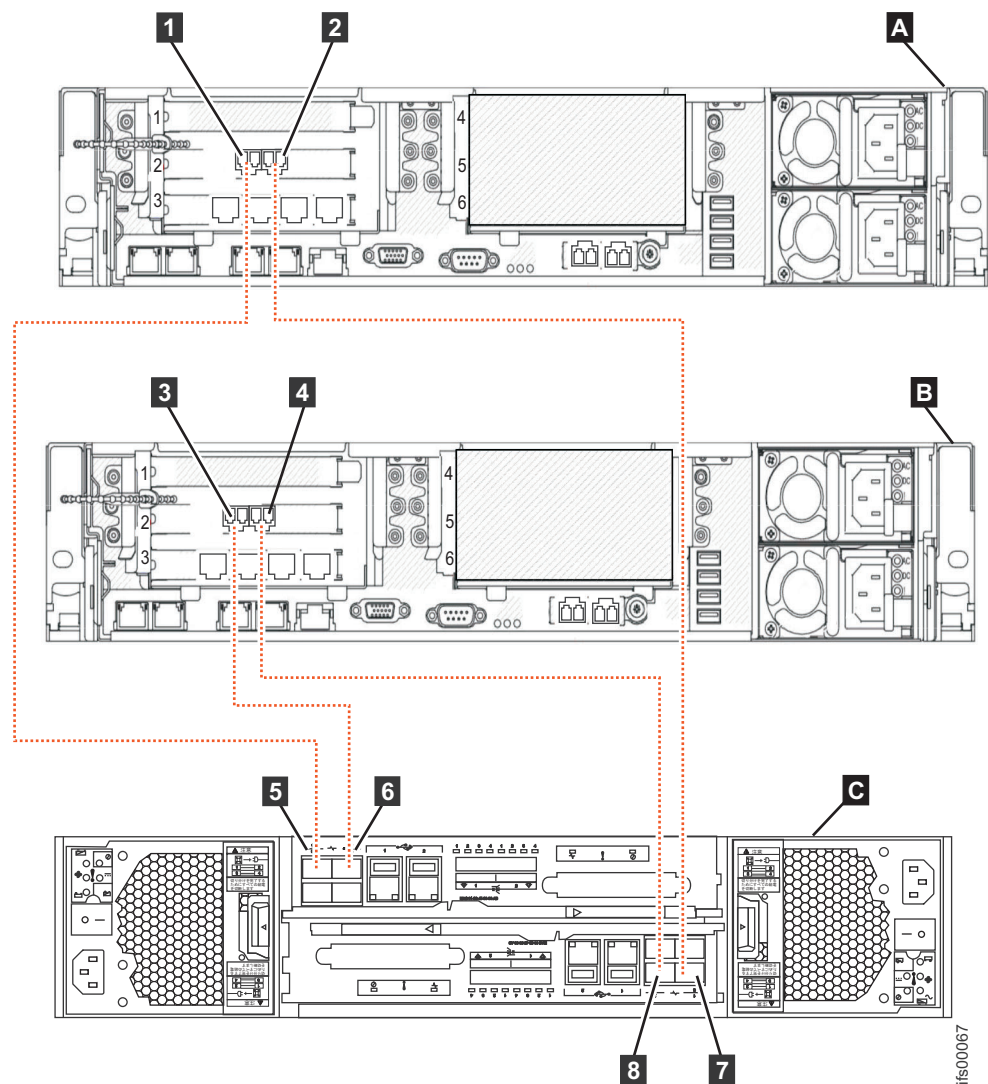
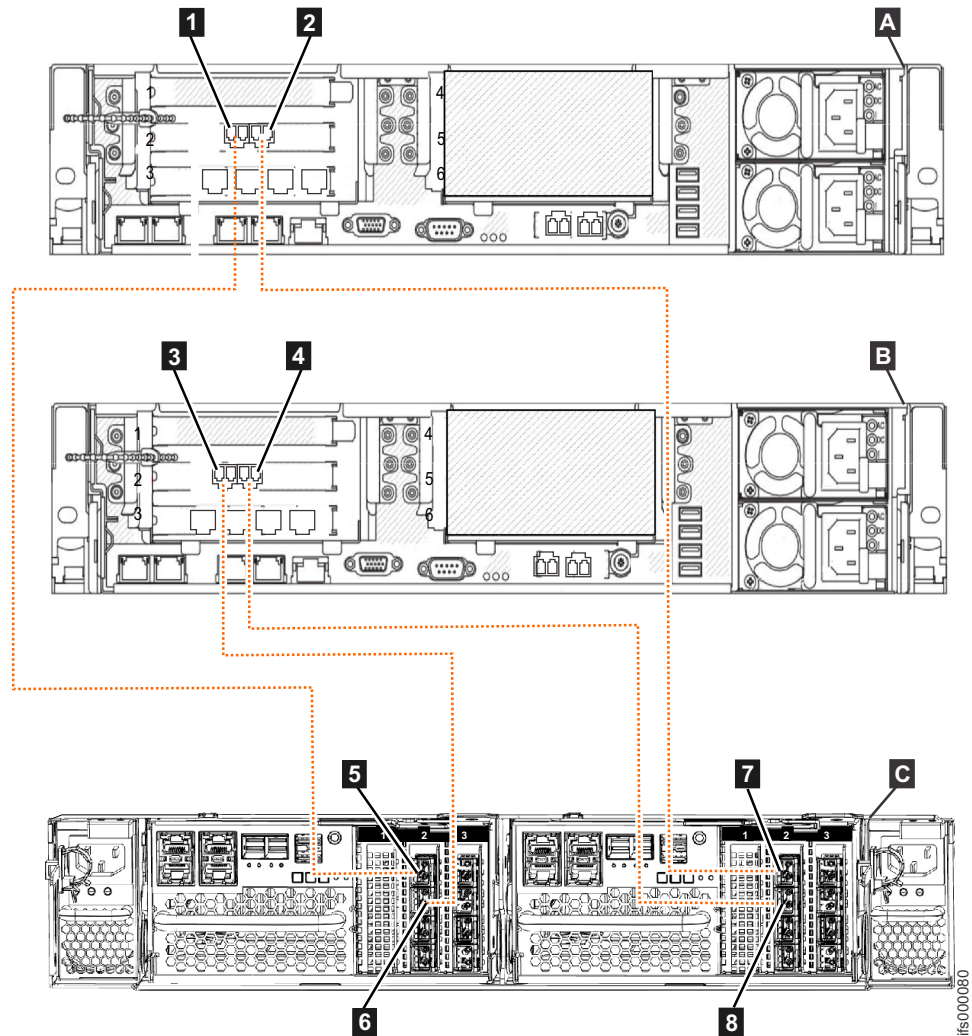

図 53. ファイバー・チャンネル・ケーブルを使用した、ファイル・モジュールの Storwize V7000 Gen1 コントロール・エンクロージャーへの接続
図 54. 各ノード・キャニスターの PCI スロット 2 にファイバー・チャンネル・インターフェース・アダプターを搭載した Storwize V7000 Gen2 コントロール・エンクロージャーへのファイル・モジュールの接続
3. 続行する前に、適切な冗長性を確保するために、71 ページの図 53 (Storwize V7000 Gen1) または 72 ページの図 54 (Storwize V7000 Gen2) で示されているとおりにファイバー・チャネル・ケーブルが接続されていることを確認してください。ケーブル接続が誤っていると、システム保守手順の実行中にサービスが失われる可能性があります。